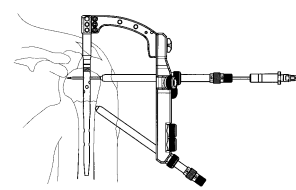

図 13
- 14) A/P 方向のスクリーも含め、結節間溝へスクリーが配置されないよう、ネイルの向きを調整し、骨折部の再転位に注意しながら最近位よりガイドピンを刺入していきます。ガイドピンを複数本刺入することにより、ターゲットデバイスの姿勢が安定します。(図 13)